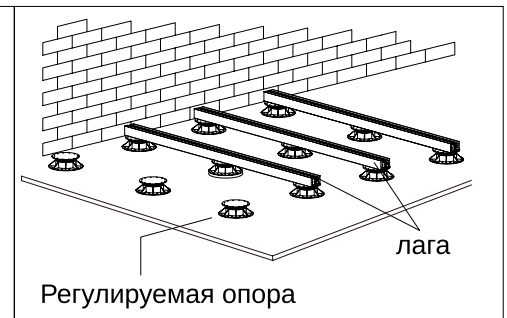

Рис. 3
- На регулируемые винтовые опоры (рис. 3).